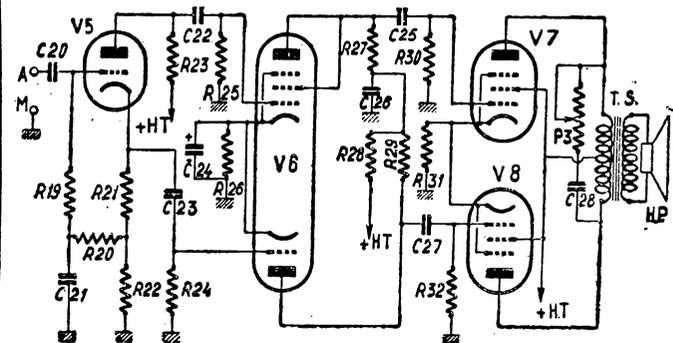

Figure 4
- 4° Une EB4 (ou 6H6) comme détectrice et lampe de commande automatique de sensibilité. La partie BF peut être d'un type quelconque. Nous donnons d'ailleurs (fig. 4) le schéma d'un très bon amplificateur convenant à ce montage. Remarquons que le schéma du récepteur ne diffère